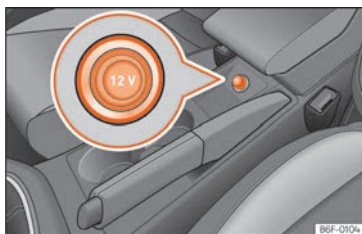

Fig. 118 Toma de corriente delantera.
- Extraiga el tapón de la toma de corriente situado en la consola central » **fig. 118**.